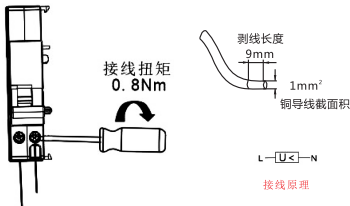

图4 UVT-B5接线方式
5.4 适用于铜导线连接，导线截面积选用 1mm^2 ，接线方式及剥线长度如下下图4